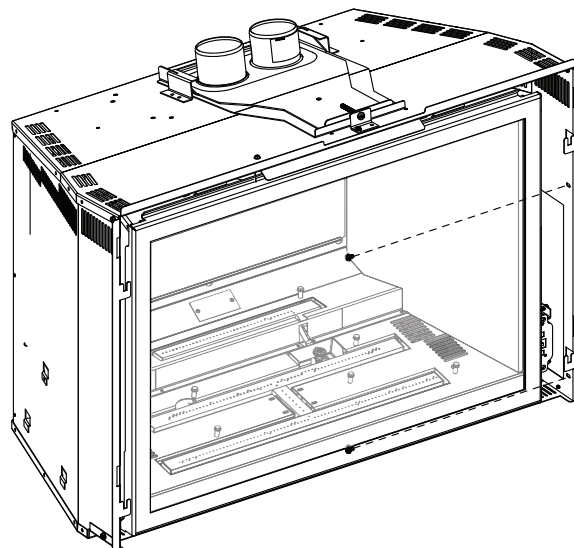

Fig. 3-5
2. Retirez les 2 vis du bord intérieur (**Fig. 3-5**) et ouvrez la porte de commande.